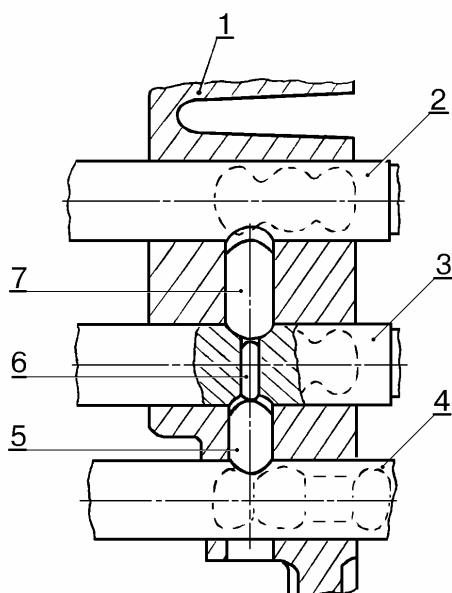

Рис.54. Установка блокировочных сухарей штоков переключения передач в картер КП:
- установить в картер 1, рис.54, КП блокировочный сухарь 7 большей длины;
- установить в картер КП блокировочный сухарь 5, рис.54.